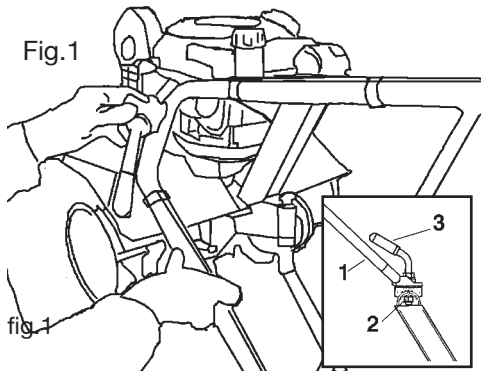

Fig.1
- Montar las manceras (1) usando la turca especial (2) la palanca (3) de fijación y la relativa arandela (fig.1)